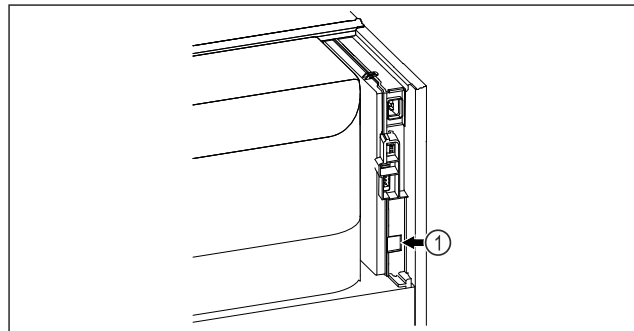

Fig. 100
- Moduli SmartModule Fig. 100 (1) është vendosur.